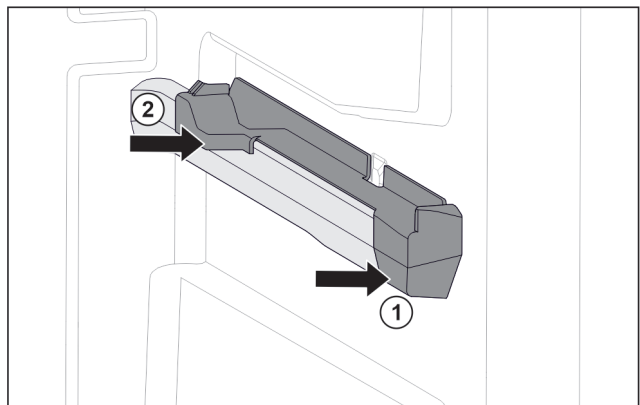

Fig. 85 Insteekelement op rechter containerrib
- ▶ Insteekelement voor tegen containerrib plaatsen. Fig. 85 (1)
- ▶ Insteekelement achter aandrukken. Fig. 85 (2)